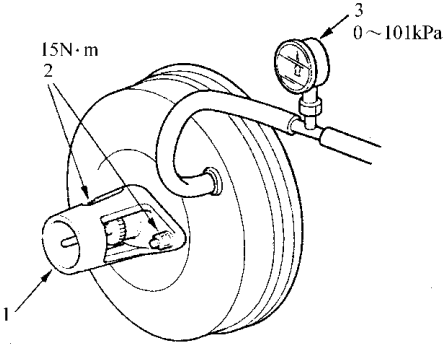

图 8-32 安装专用工具 07JAG-SD40100
2) 在不动中心轴位置的情况下, 如图 8-32 所示, 将专用工具反向装在助力器上。安装制动主油缸螺母, 并将其拧紧到规定力矩。